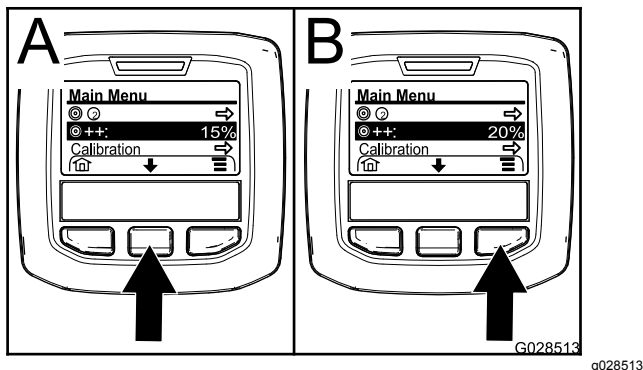

Figure 58
2. Au besoin, appuyez sur le bouton de sélection central pour mettre en surbrillance l'option d'intensification du débit d'application (Figure 58).
Remarque: L'icône d'intensification du débit d'application est constitué de 2 signes + situés à droite d'une cible (Figure 58).
3. Appuyez sur le bouton de sélection droit (Figure 58) pour augmenter le pourcentage d'intensification par paliers de 5 % (20 % maximum).